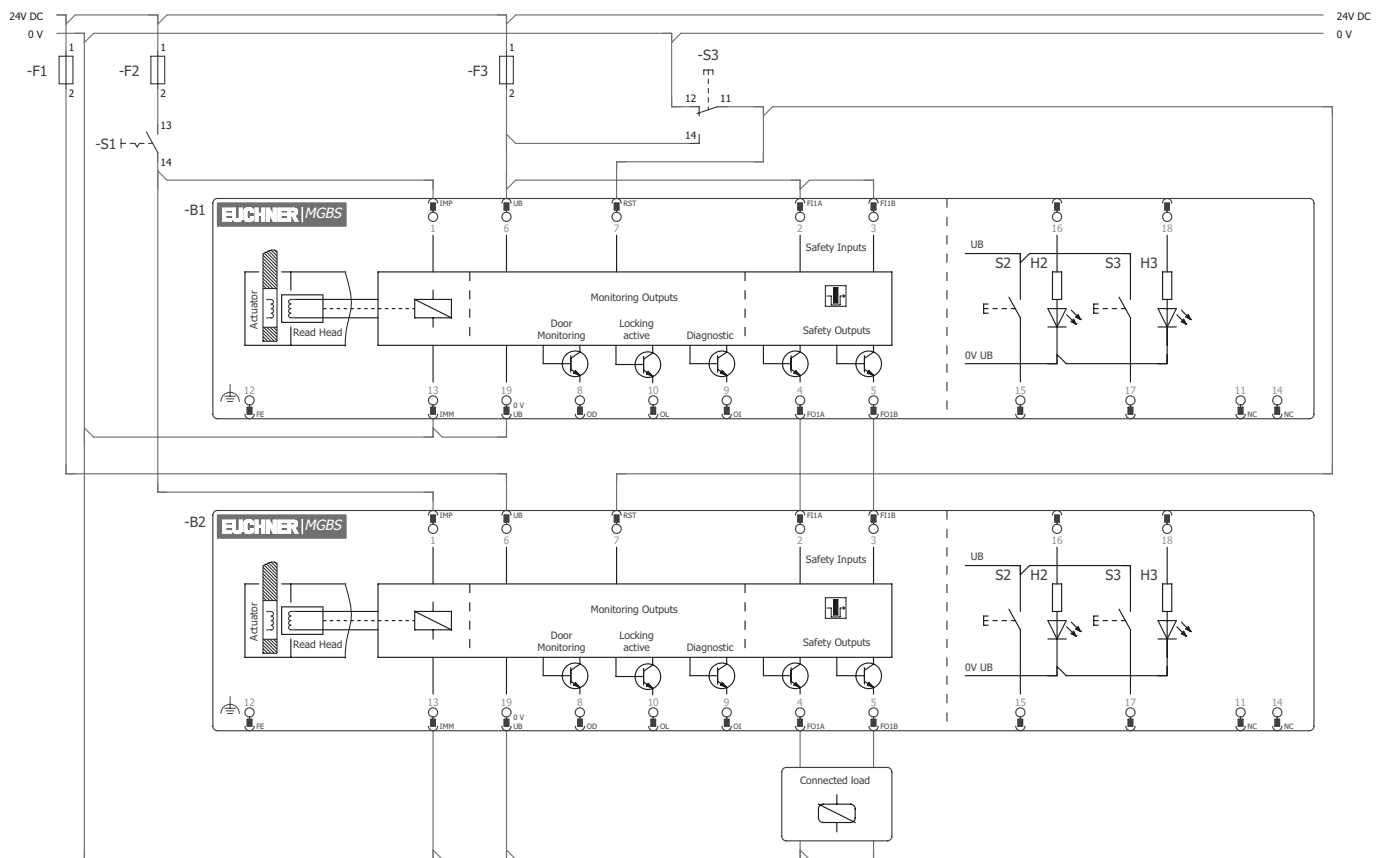

図 6: スイッチ・チェーン1つの接続例 (プラグコネクタ M23 バージョン)
- ▶ チェーン内のロッキング モジュールすべてに共通の信号を使用してください。これには、切替スイッチまたは制御システムの出力のいずれかが考えられます。操作中、リセットは常に GND へ接続されているため、押しボタンは適していません (図 6 (P 29) のスイッチ S3 を参照)。
これを可能にするためには、RST 入力は図 6 (P 29) で示すように接続しなければなりません。